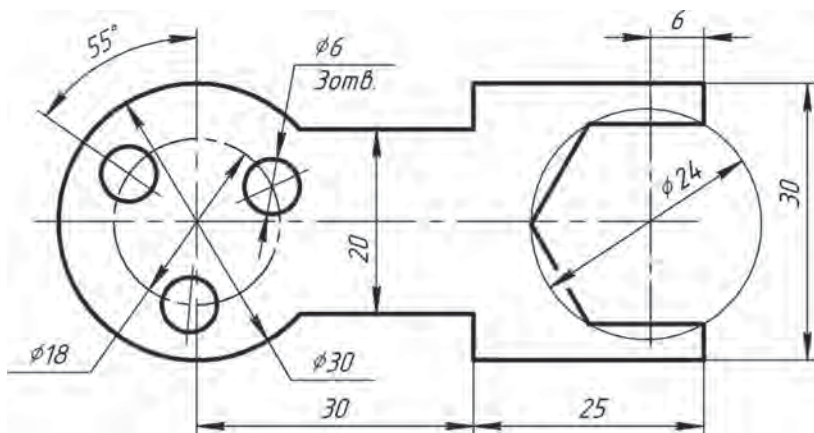
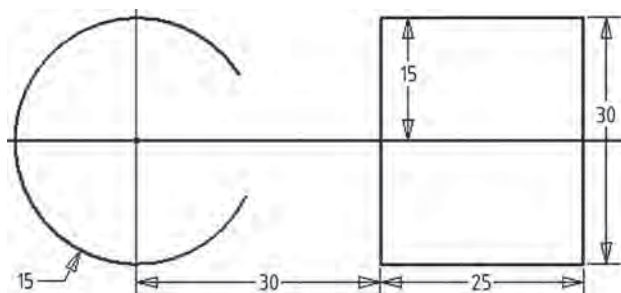

Рис. 1
Рис. 9
**Задача:** Построить *контур* по размерам, указанным на рис. 1, затем *контур* выдать толщиной 5 мм.
Для контура на рис. 1 одной из возможных точек начала построения является центр дуги окружности диаметра 30 мм. Начнем построение контура с этой дуги, а ее центр расположим в точке с координатами (0, 0).
- Изменяем значения *размерных зависимостей* на требуемые (рис. 9), которые указаны на рис. 1.
Из чертежа контура (рис. 1) видно, что данные отрезки расположены вдоль оси X, параллельны и равны между собой, то есть уже известны геометрические зависимости, которые необходимо к ним применить: «Горизонтальность», «Параллельность» и «Равенство».
Из чертежа контура (рис. 1) видно, что центр шестиугольника находится на одной горизонтальной линии с центром дуги окружности, а две вершины принадлежат соответствующей стороне прямоугольника. Следовательно, задать требуемое расположение шестиугольника возможно двумя геометрическими зависимостями: «Горизонтальность» и «Совмещение».
На чертеже контура (рис. 1) размер шестиугольника поставлен как диаметр описанной окружности, поэтому придется поставить размерную зависимость между двумя противоположными вершинами.